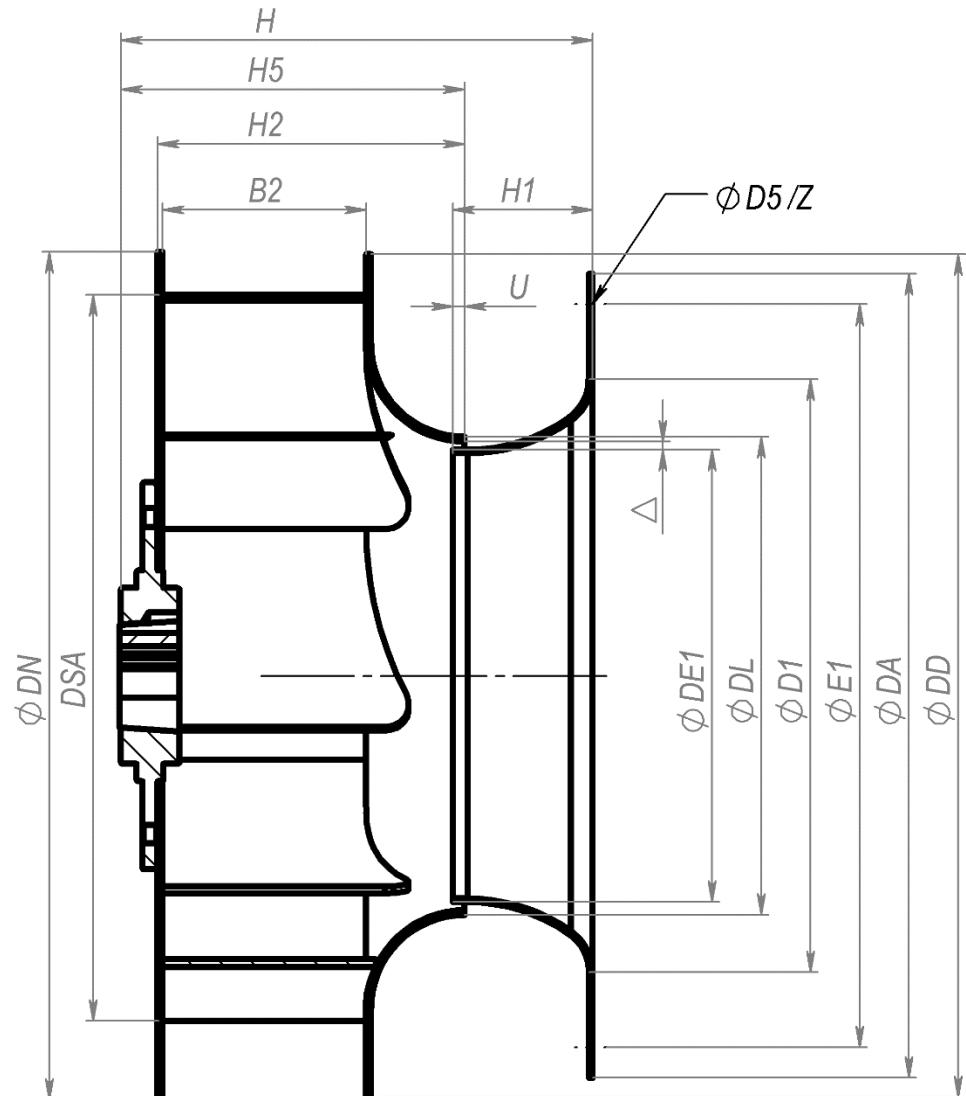

Рис. 1.1. Геометрические характеристики КЦ
**Примечание:** для сопоставления размеров см. рис. 1.1 и 1.2.